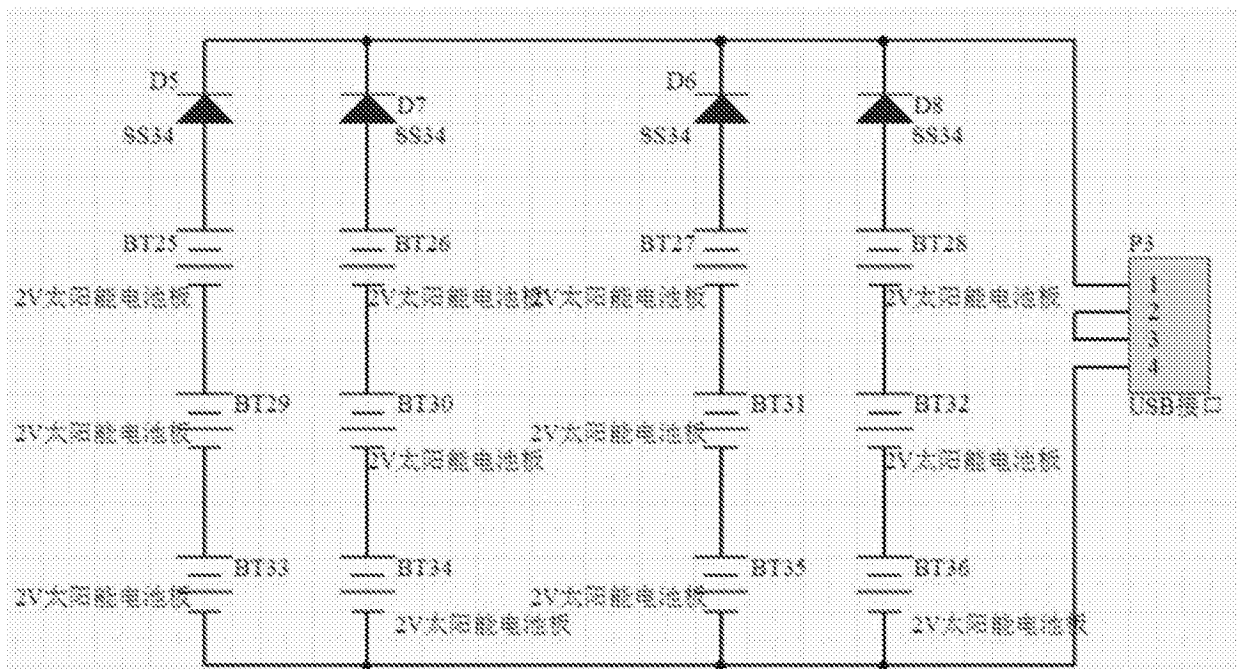

图 4
[0010] 图 4 是本实用新型柔性太阳能板电池组组装电路图。
[0013] 当需要给电子设备充电时,依次拆开暗扣②,拉开外层帽子的拉链①,使其平铺展开搭在肩膀或者背包上方,充分接受光照。受到光照的太阳能板⑥将太阳能转化为电能,通过图 4 中连接的电路将电流传送至 USB 接口③处,此时将电子设备的充电线与 USB 接口③连接,即可完成充电工作。
[0014] 图 4 的电路图中,我们采用了 3 串 4 并的太阳能电池板连接方式,在每一串中增加防反充肖特基二极管再并联,这样可以尽可能提高太阳能充电器的效率。